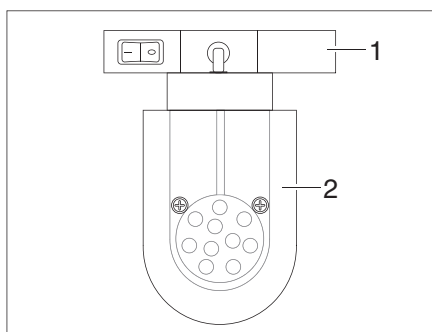

Fig. 64 Faretto a LED (esempio)
- Afferrare il supporto (Fig. 64,1) e girarlo di 90°.
- Togliere il faretto a LED (Fig. 64,2) dal sistema di guide.
- Riapplicare il faretto a LED (Fig. 64,2) nel sistema di guide nella posizione desiderata e girarlo di 90°.